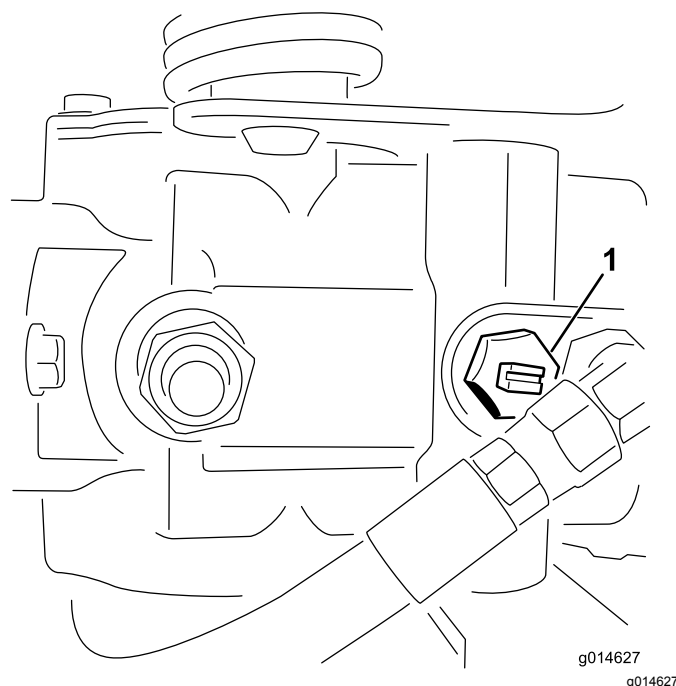

Figura 26
1. Localize a válvula de derivação na bomba e rode-a de forma a que a ranhura fique na vertical (Figura 26).
2. Antes de ligar o motor, feche a válvula de derivação rodando-a de forma a que a ranhura fique na horizontal (Figura 26).